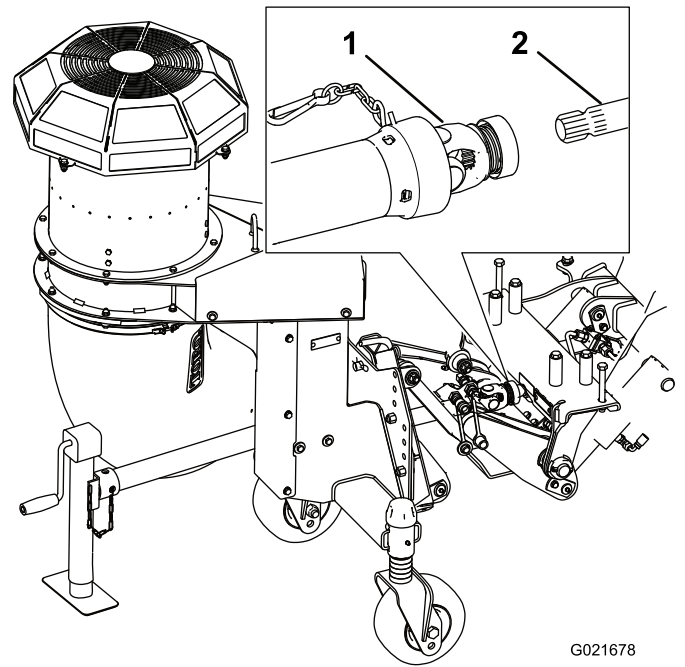

Figura 13
6. Conecte la cadena de seguridad al bastidor de acoplamiento rápido (Figura 13).
5. Conecte el árbol de transmisión al bastidor de acoplamiento rápido deslizando el acoplamiento rápido sobre el eje (Figura 13).